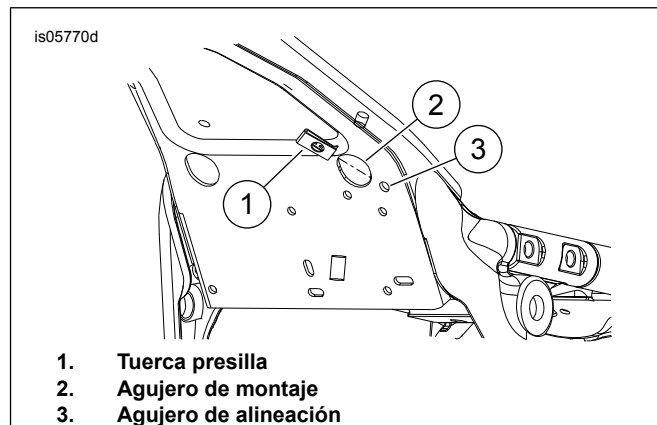

Figura 4. Instale la tuerca presilla
1. Vea Figura 4 . Instale la tuerca presilla (1) en el orificio de montaje (2).
2. Alinee la presilla con el orificio de alineación (3).